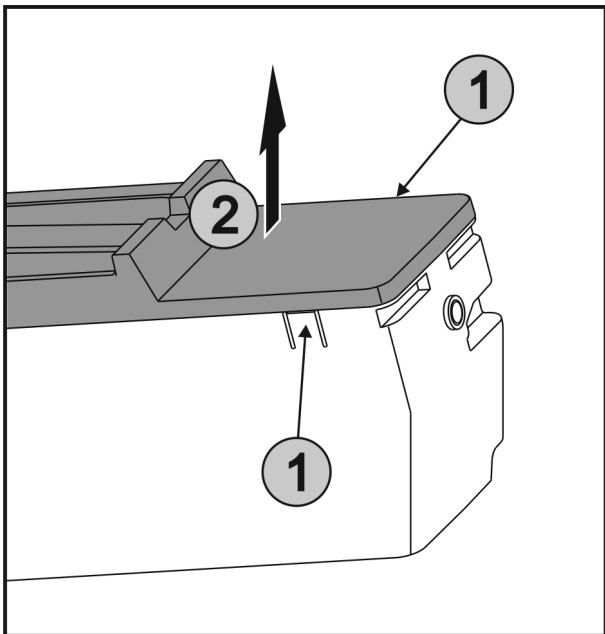

Fig. 60
- ▶ Lippen Fig. 60 (1) aan beide zijden van EasyTwist-Ice gelijktijdig indrukken en de afdekking Fig. 60 (2) omhoog verwijderen.